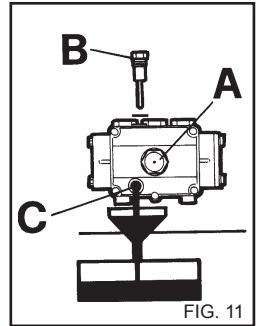

FIG. 11
- 2) Отвинтите пробку с шупом контроля уровня, (fig. 11).